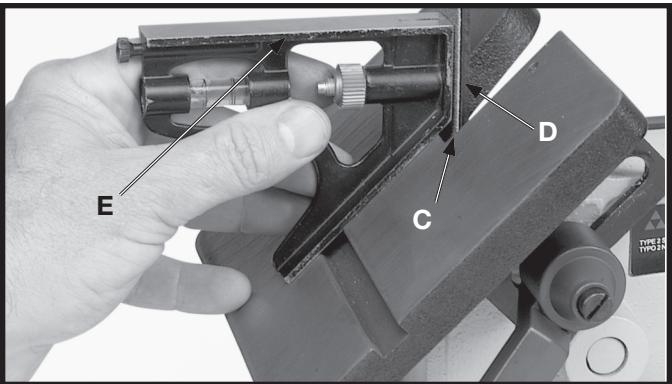

Fig. 27
Incliner la table à 45 degrés vers l'avant, comme indiqué à la fig. 27, en desserrant le levier de verrouillage (B). Utiliser une équerre combinée (E) pour vérifier l'angle de 45 degrés entre la table et la courroie puis serrer le levier de verrouillage (B).
**A AVERTISSEMENT** pour éviter de coincer la pièce ou les doigts entre la table et la bande abrasive, positionner le bord de la table (C) à un maximum de 1,6 mm (1/16 po) de la bande abrasive (D) lorsque la table est inclinée.